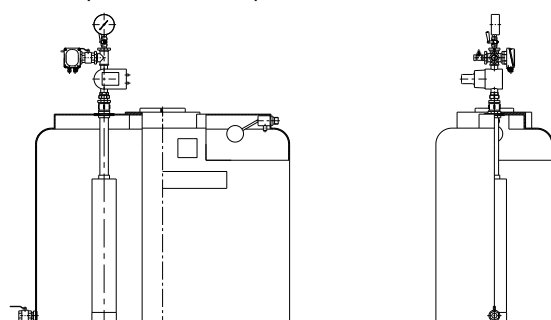

Рисунок 2— Исполнение-01
- сигнализатор потока жидкости «Стрим» (далее СПЖ) (рис. 2);